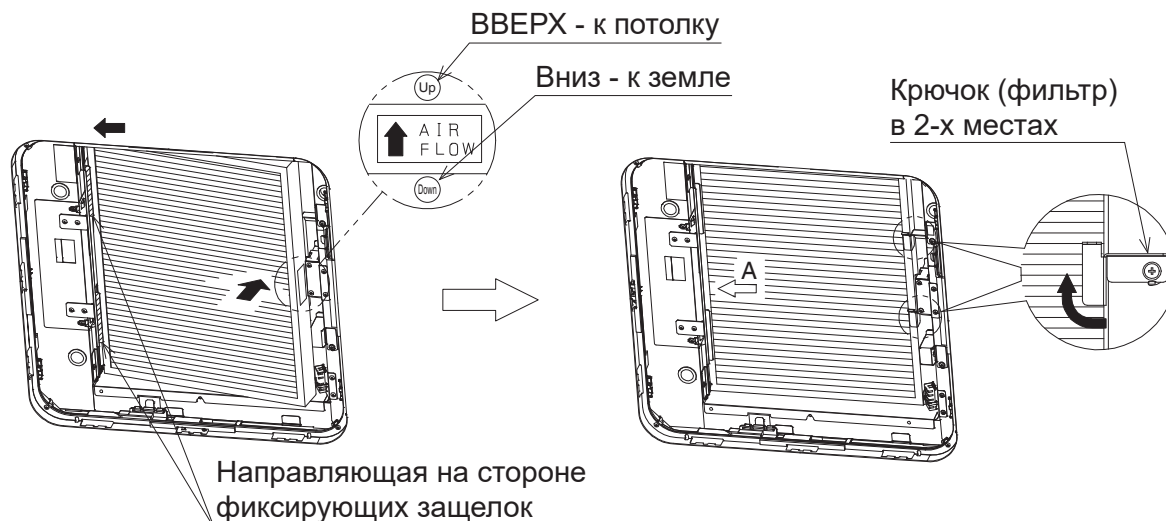

Рисунок 24
- (1) Извлеките гофрированный фильтр (1) из упаковки.
- (2) Развернув гофрированный фильтр (1) вверх стороной со стрелкой (ВОЗДУШНЫЙ ПОТОК), вставьте его в направляющую со стороны фиксирующих защелок и задвиньте до упора.
- (3) Поднимите гофрированный фильтр (1).
- (4) Поверните крючок (фильтра) (в 2-х местах), чтобы зафиксировать гофрированный фильтр (1) (рисунок 24).